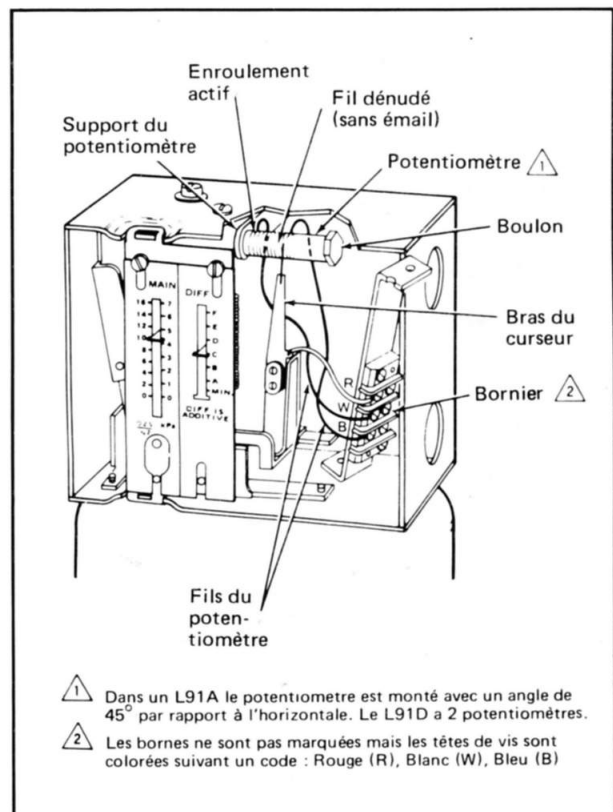

Fig. 10 — Remplacement du potentiomètre sur un L91
(EXEMPLE Sur la Fig. 10, la partie active de l'enroulement est située sur la moitié gauche du potentiomètre, le fil venant de l'extrémité gauche de l'enroulement est raccordé à la borne blanche (W) du bloc de raccordement, et le fil venant de l'extrémité droite de l'enroulement est raccordé à la borne bleue (B) du bloc de raccordement.